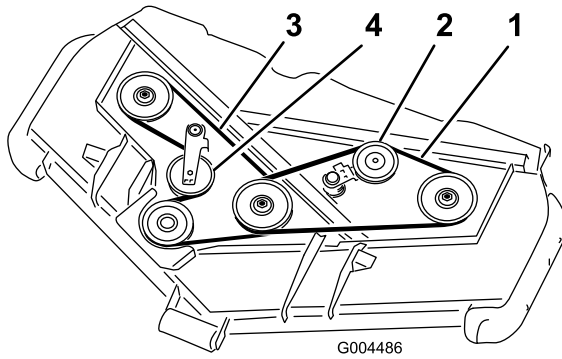

図 55
3. バールなどの工具を使って上ベルト用アイドルプーリ (図 55) をベルトから引き離してベルトの張りをなくす。
4. バールなどの工具を使って下ベルト用アイドルプーリ (図 55) をベルトから引き離してベルトの張りをなくす。
5. 図 55 のように、ギアボックスプーリ、下ベルト用スピンドルプーリ、アイドルプーリに新しいベルトを回しかける。
6. 図 55 のように、上ベルト用スピンドルプーリとアイドルプーリアセンブリに新しいベルトを回しかける。